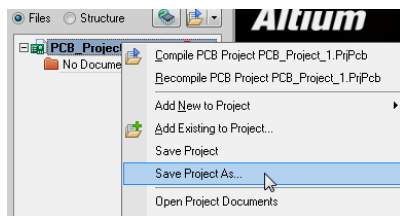

图 2.5
**Step 2** 在 PCB-Project1.PrjPCB 上单击鼠标右键，在弹出的快捷菜单中选择 Save Project As(项目另存为)命令，如图 2.5 所示，将其存为自己喜欢或者与设计有关的名字。